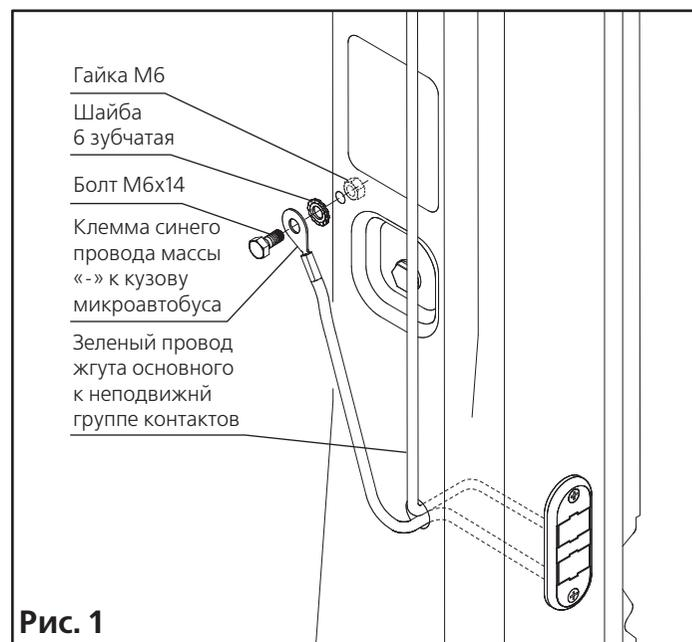
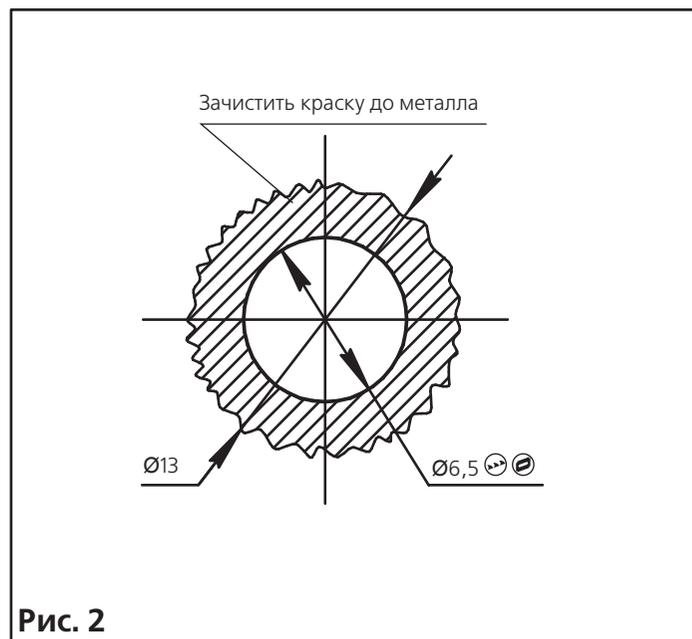

Рис. 1
Рис. 2
2.8.2 Крепление подвижной группы контактов осуществляется двумя саморезами 3,5x16 (потай) из зип-лока 8*12 AVIORA для контактов сдвижной двери. Выполните два отверстия $\varnothing 12$ мм и два отверстия $\varnothing 2$ мм (рис. 1). Подсоедините активатор к подвижной группе контактов при помощи жгута активатора следующим образом: синий провод активатора подсоедините к синему проводу жгута активатора, а зелёный к зелёному. Зелёный провод жгута активатора подсоедините к верхнему контакту подвижной группы контактов, а синий к нижнему, как показано на рисунках стр. 10 и 11.
2.8.3 Нанесите на кромку манжеты подвижной группы контактов консистентную смазку. Закройте/откройте дверь. Используя след, оставленный смазкой на стойке, нанесите разметку и выполните два отверстия $\varnothing 2$ мм и отверстие $\varnothing 20$ мм. Закрепите неподвижную группу контактов двумя саморезами 3,5x16 (потай) из зип-лока 8*12 AVIORA для контактов сдвижной двери (рис. 2).
2.9.1 Подсоедините клемму зелёного провода жгута основного к неподвижной группе контактов таким образом, чтобы при закрытии двери происходил его контакт с клеммой зелёного провода жгута активатора, подсоединённого к подвижной группе контактов; а синий провод жгута основного должен контактировать с синим проводом жгута активатора соответственно (рис. 1).
2.9.2 Для крепления клеммы провода массы «-» идущего от жгута основного выполнить отверстие 6,5 мм на любом месте внутренней стенки кузова, рядом с неподвижной группой контактов, как показано на рис. 1. Вокруг отверстия полностью удалите краску до металла для обеспечения надёжного контакта, как показано на рис. 2. При помощи болта М6х14, шайбы 6 зубчатой и гайки М6 из метизного пакета, закрепите клемму провода массы «-», как показано на рис. 3. После затяжки болта М6 на поверхность с повреждённым лакокрасочным покрытием нанести антикоррозийную защиту не содержащую кислоты.